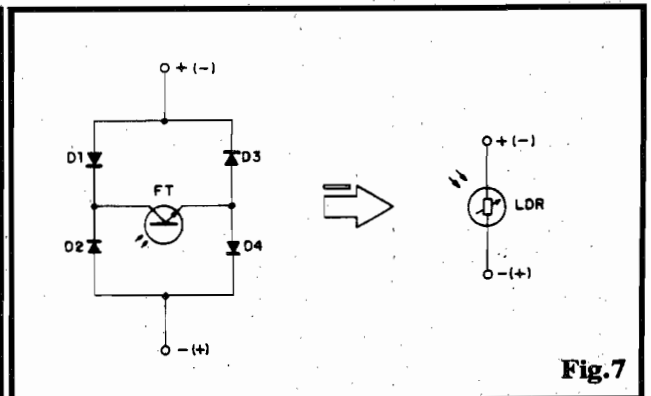

Fig. 7
- **FIG. 7 - "FAZENDO" UM LDR COM UM FOTO-TRANSISTOR** - Se o circuito ou aplicação permitir que ignoremos as diferenças de gama, impedância e faixa espectral, é possível improvisar um LDR a partir de um foto-transistor, tornando este **não polarizado** pela sua simples inserção no "meio" de uma conhecida ponte
comportamento, sensibilidade e faixa de atuação do sistema... Explicando, agora, a razão de terem sido sugeridos os dois TIL78 (juntos com o par de diodos 1N4004...) e não - por exemplo - um simples LDR: de qualquer forma, para atuar sob CA, teríamos que utilizar um foto-sensor não polarizado, o que - a princípio - recomendaria, um LDR... Acontece que os LDRs, normalmente, não podem trabalhar sob Tensões tão elevadas em seus terminais, quanto o fazem os foto-transistores (e - no circuito em questão - essas Tensões são consideráveis...). Assim, o "truque" de "serrar" dos foto-transistores, um "pra lá" e um "pra cá", "paralelando-as" com dois diodos (estes, um "pra cá" e outro "pra lá", nada mais faz do que improvisar um eficiente foto-transistor capaz de trabalhar indiferentemente à polaridade momentânea da Tensão (condição óbvia de um circuito sob C.A.) e que - graças às suas características, - pode "suportar" Tensões relativamente elevadas, sem grandes problemas... Observando atentamente, o Leitor/Hobbysta notará que cada um dos TIL78 apenas atua em um dos semi-ciclos da C.A., sendo que no "outro" semi-ciclo, o acesso da Corrente ao dito foto-transistor fica automaticamente bloqueado pela presença do diodo "da vez", e assim alternadamente, exatamente como queremos...! Os Leitores mais atentos, logo terão percebido que o arranjo (dois foto-transistores/dois diodos) é uma outra forma de "fazer" uma espécie de "LDR", comparável com o "truque" já mostrado lá na fig. 7... Essa dualidade apenas comprova algo que sempre dizemos por aqui: em Eletrônica, há sempre mais de uma maneira de se obter determinado ou desejado comportamento ou funcionamento de circuitos e componentes! Ter a sensibilidade, o feeling para situar-se na melhor dessas maneiras é o que difere o projetista criativo daquele que só sabe se guiar pelos Manuais e Fórmulas que aprendeu na Escola...!